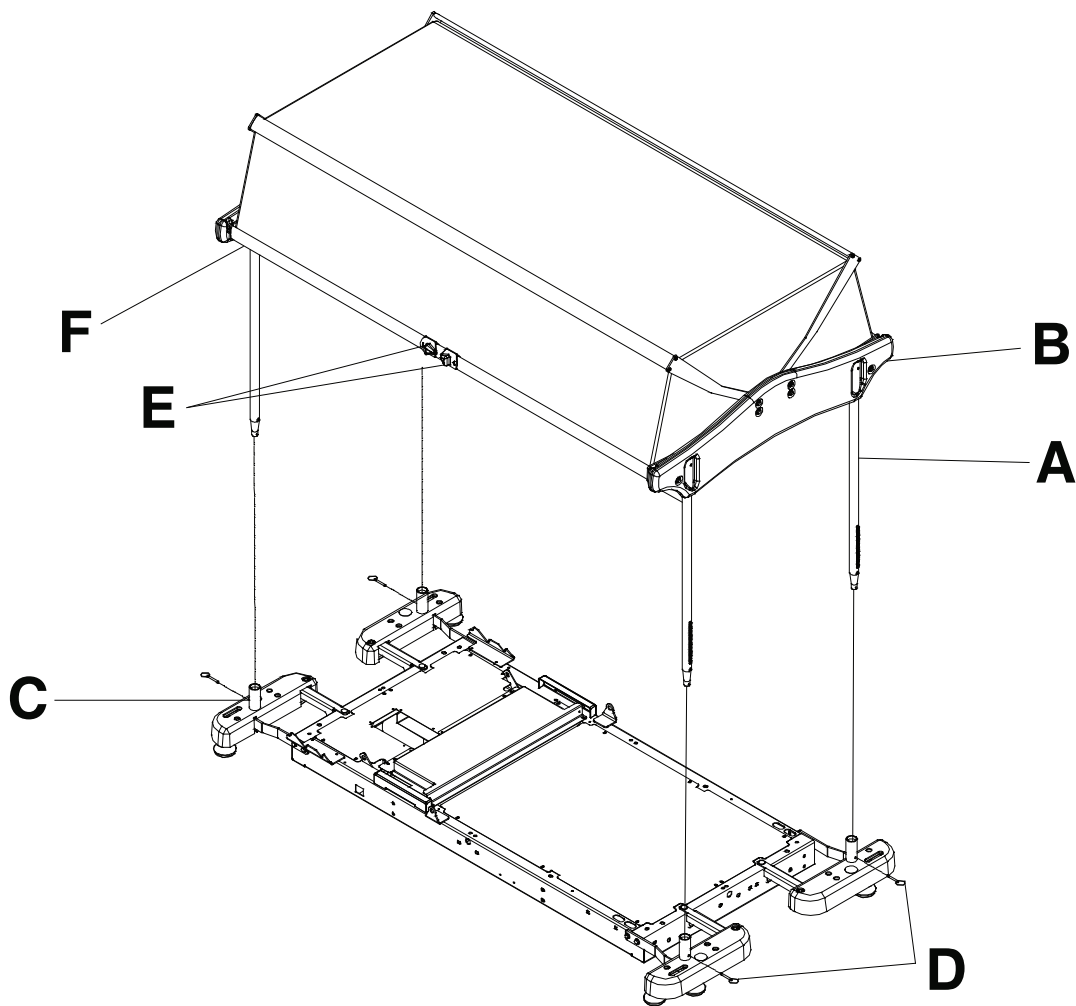

图 17 – 回缩式保护床顶
1. 按下位于每个立柱顶部的锁定销 (A)。将立柱插入塑料结构的插槽内 (B)(图 17)。其他立柱重复此操作。
2. 将四根立柱安装在附件支架套筒内 (C) (图 17)。
3. 使用 9/16" 多用扳手，通过四个连接销 (D) 将立柱锁定在附件支架套筒内 (图 17)。
1. 要打开保护床顶，挤压两个释放旋钮 (E)，并使下护栏 (F) 降低至所需位置 (图 17)。
2. 要关闭保护床顶，抓住下护栏 (F)，并使其降低直至其锁定到位 (图 17)。